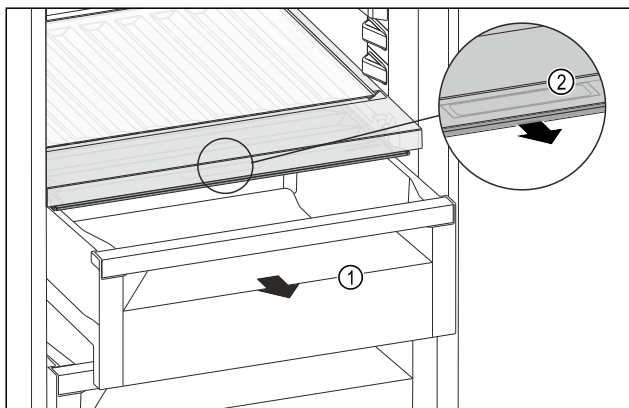

Fig. 116
- Húzza ki a fiókot Fig. 116 (1).
- Fogja meg a süllyesztett fogantyút Fig. 116 (2) a rekeszfedélen, és ezzel egy időben húzza előre felé a rekeszfedelet.